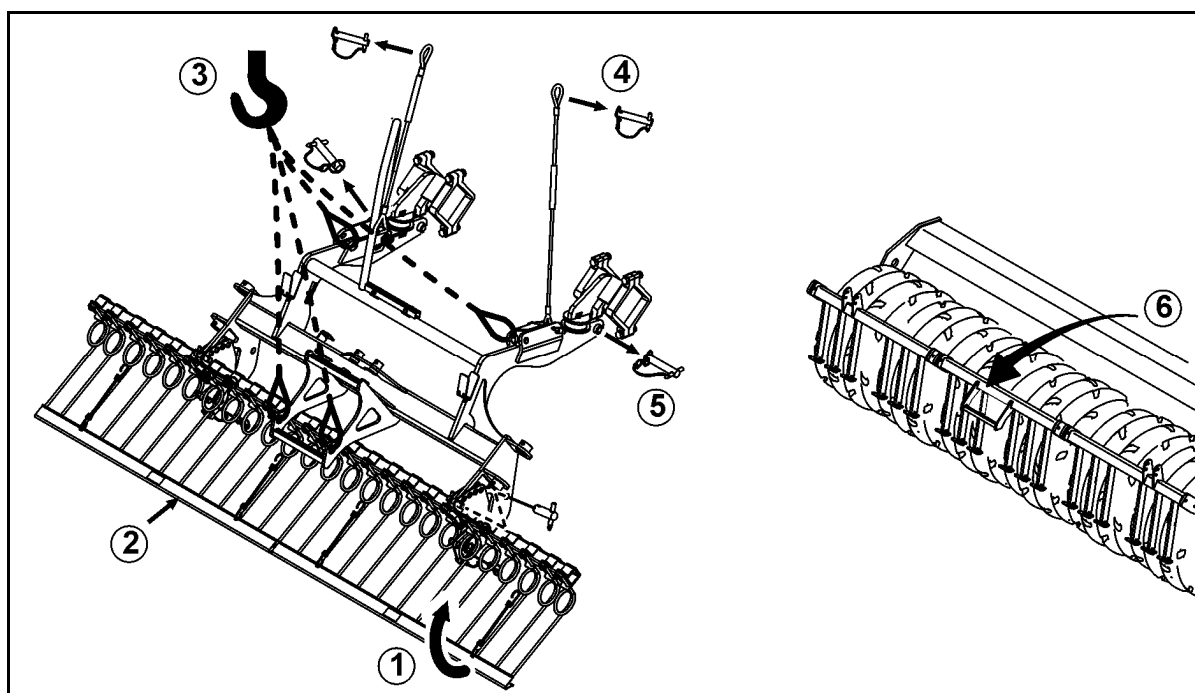

Bild 34
1. Lyft halvdelarna, placera bulten i hålet och säkra med ringsprint (Bild 34/1).
2. Montera trafikskyddslisterna (Bild 34/2).
3. Fäst efterharven i lyftkranen via de fyra fästpunkterna (Bild 34/3).
4. Lossa vajrarna från maskinen (Bild 34/5).
5. Dra ut båda bultarna på efterharven (Bild 34/6).
7. Montera avstrykarramen med fotsteg (Bild 34/6).